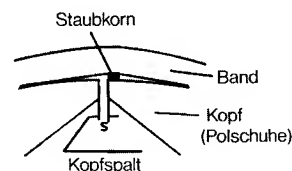

Bild 7
8.2 Frequenzgangbeeinträchtigungen: für den jeweils optimalen Frequenzgang sind eine saubere Kopfoberfläche sowie ein einwandfreier Band-Kopf-Kontakt sehr wichtig. Da im Bereich der hohen Frequenzen die Bandwellenlängen sehr klein sind, ist das auf der Schicht des Magnetbandes austretende Magnetfeld sehr flach. Bereits der kleinste Abstand zwischen Band und Kopf schwächt den Magnetfluß im A/W-Kopf und senkt so die Wiedergabespannung (Bild 7).